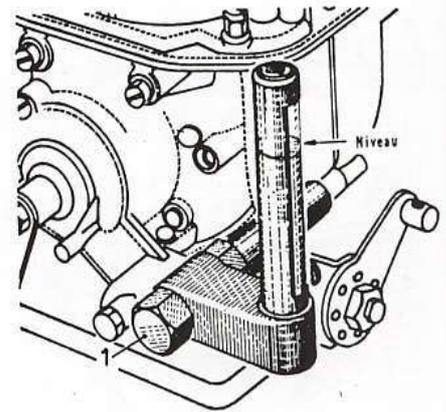

Fig. 35. — Appareil de vérification du niveau sur carburateur Zenith 38 NDIX
- Pour le carburateur 38 NDIX, il existe un tube niveau d'essence (réf. Zenith N° 5865 - fig. 35). Cet appareil se monte à la place du gicleur de starter. Le niveau doit s'établir à 16 ± 1 mm (15 ± 1 sur 24 ct 1965) par rapport au plan de joint du couvercle. Ce niveau est gravé sur le tube (fig. 35).